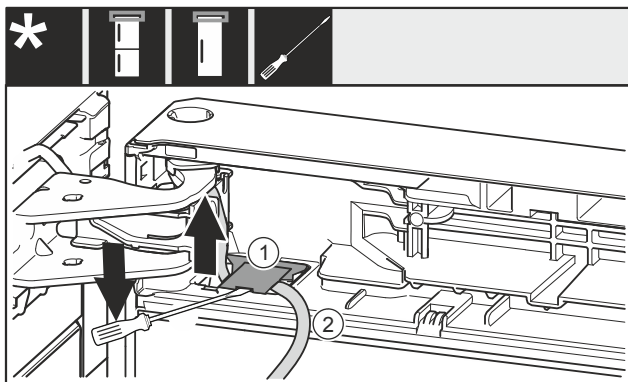

Fig. 15
- ▶ Odvijačem s ravnom glavom podignite poklopac Fig. 15 (1) i izvucite ga.
- ▶ Izvucite kabel Fig. 15 (2).